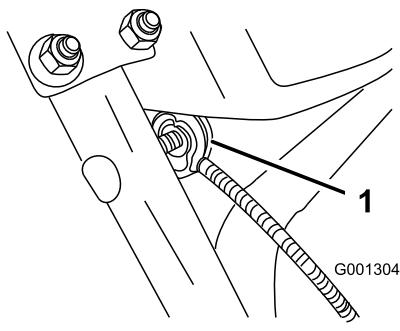

Bild 8
3. Nehmen Sie die Mutter und die Scheibe vom Holm ab. Befestigen Sie dann die Kabelklemme auf dem Kabel zum Holm, setzen Sie die Scheibe und Mutter auf, und ziehen Sie die Mutter mit der Hand fest (Bild 8).